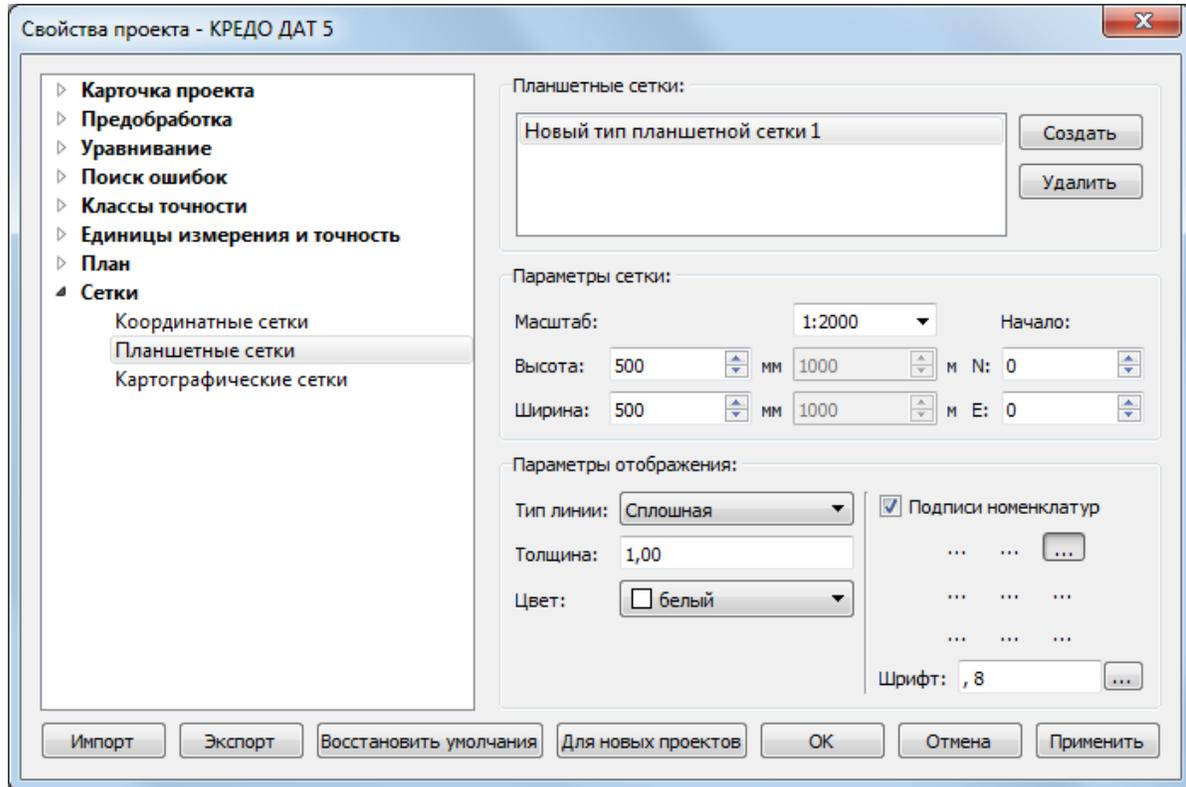

Рисунок 4.6
- В диалоге **Свойства проекта** выберите раздел **Планшетные сетки** (см.рис. 4.6).